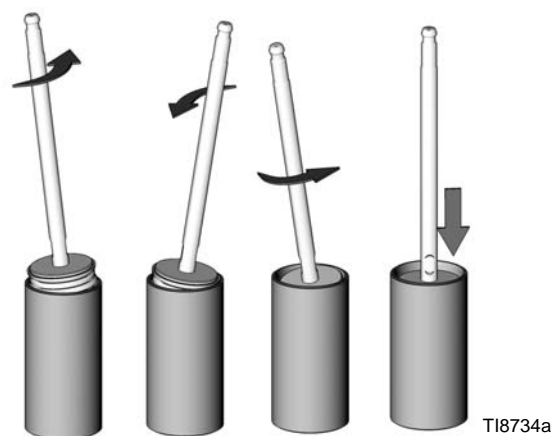

FIG. 7. Installation du piston dans le cylindre
5. Installez le siège d'entrée sans la vanne de décompression (33) du côté droit du boîtier d'entrée (15).
6. Placez le collecteur d'entrée (18) sur le boîtier d'entrée (15). Appliquez du Loctite® 243 (bleu) amovible sur l'intégralité des filetages de la vis (9). Installez les rondelles d'arrêt (8) et les vis (9) puis serrez à un couple de 34-40 N•m (25-30 pi-lb).
7. Placez le collecteur d'entrée (18) dans un étau. Placez un joint torique (2\*) de chaque côté du boîtier d'entrée (15), à l'endroit où s'appuient les tuyaux (3). Placez des joints toriques (2\*) dans les rainures à chaque extrémité des tuyaux. Placez un joint (4) dans les boîtiers d'entrée et de sortie (15 et 16). Positionnez les tuyaux et le cylindre (1) dans le boîtier d'entrée.
**REMARQUE :** il peut être nécessaire d'utiliser un maillet en caoutchouc pour mettre place les tuyaux de fluide (3) et le cylindre (4).
8. Lubrifiez l'intérieur du cylindre (4). Faites glisser l'ensemble de piston dans le cylindre. Tournez le piston comme indiqué dans la FIG. 7.